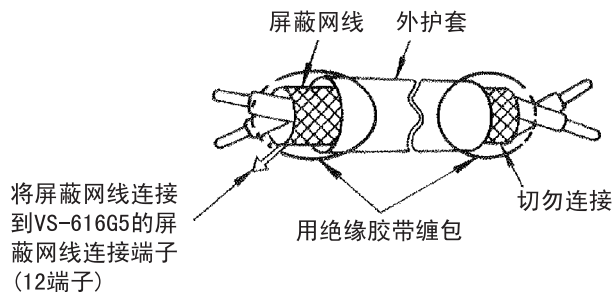

图 3.21 双股屏蔽线的末端缠包
- 为了防止干扰而引起的误动作，请使用绞合屏蔽线或双股屏蔽线。线的末端处理请参照图 3.21，接线距离应小于 50m。
- 请将屏蔽网线连接到 12(G) 端子上。